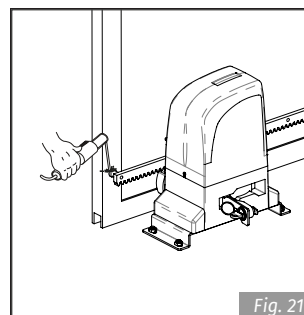

Fig. 21
- 5 • Fixar a cremalheira no portão. (Fig. 21) Para garantir uma fixação correta, pode ir movendo o portão aos poucos e fixando os espaçadores ao portão sempre perto do pinhão.